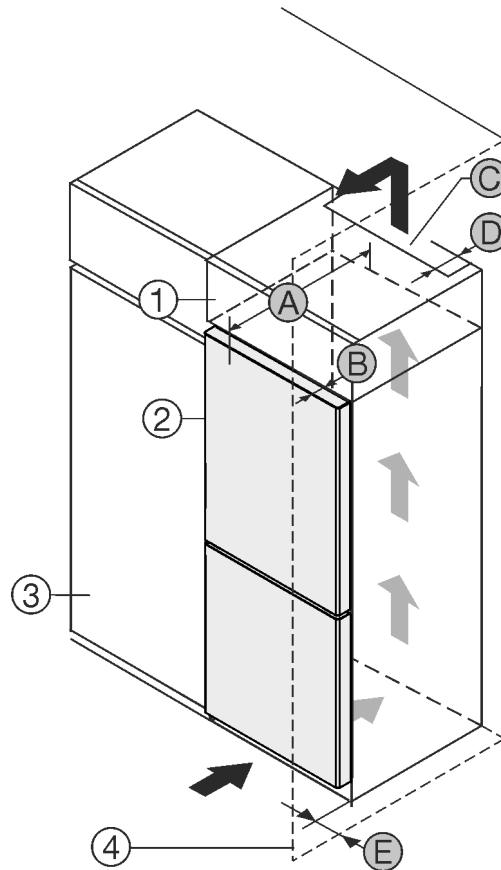

Fig. 1
Prietaisą galite statyti iš karto šalia virtuvės spintelės Fig. 1 (3).
Galinėje uždedamos spintelės pusėje turi likti tarpas ventiliacijai, kurio gylis Fig. 1 (D) būtų per visą uždedamos spintelės plotį.
Po patalpos lubomis turi būti laikomasi vėdinimo angos skerspjūvio Fig. 1 (C).
Jei prietaisas su lankstais statomas greta sienos Fig. 1 (4), mažiausias atstumas tarp prietaiso ir sienos turi būti 13 mm.
Jei prietaisas su lankstais statomas greta sienos Fig. 1 (4), mažiausias atstumas tarp prietaiso ir sienos turi būti 20 mm.
Kad durys atsidarytų iki galo, palyginti su šaldytuvo priekiu, prietaisas turi išsikišti bent per savo durų gylį Fig. 1 (B). Priklausomai nuo virtuvės spintelių Fig. 1 (3) gylio ir atstumą iki sienos nustatančių detalių naudojimo, prietaisas gali išsikišti daugiau.